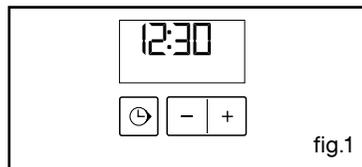

fig.1
Vérifiez que le programmateur affiche l'heure du jour et que celle-ci ne clignote pas. (fig.1).
"Pyrolyse ECO" (fig.1).
- Dévissez le hublot (fig.1).
Les éventuelles interventions sur votre appareil doivent être effectuées par un professionnel qualifié dépositaire de la marque. Lors de votre appel, mentionnez la référence complète de votre appareil (modèle, type, numéro de série). Ces renseignements figurent sur la plaque signalétique (fig. 1).